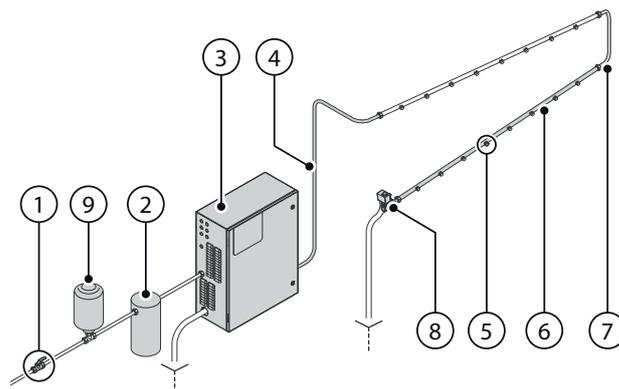

Fig. 7.a
- Collettori (6 - fig. 7.a) disposti opportunamente in modo da massimizzare la superficie coperta dai getti provenienti dagli ugelli.
- Collettori (6 - fig. 7.a) fissati opportunamente in modo da evitare cedimenti soprattutto nei punti di giunzione.
- In caso di installazione verticale, distanza tra i collettori (6 - fig. 7.a) e il piano di calpestio \geq 500mm.
- Coperture esterne in dotazione montate su entrambe le elettrovalvole di scarico (8 - fig. 7.a).
- Riduzione parziale dell'uscita delle elettrovalvole di scarico (es. usando riduttori da 1/2" a 1/4" oppure raccordi alternativi) (8 - fig. 7.a).
1. Aprire la valvola manuale (1 - fig. 7.a) di alimentazione della linea acqua e fornire potenza alla macchina.
2. Attivare la macchina portando il sezionatore (1a - fig. 7.b) in posizione I.